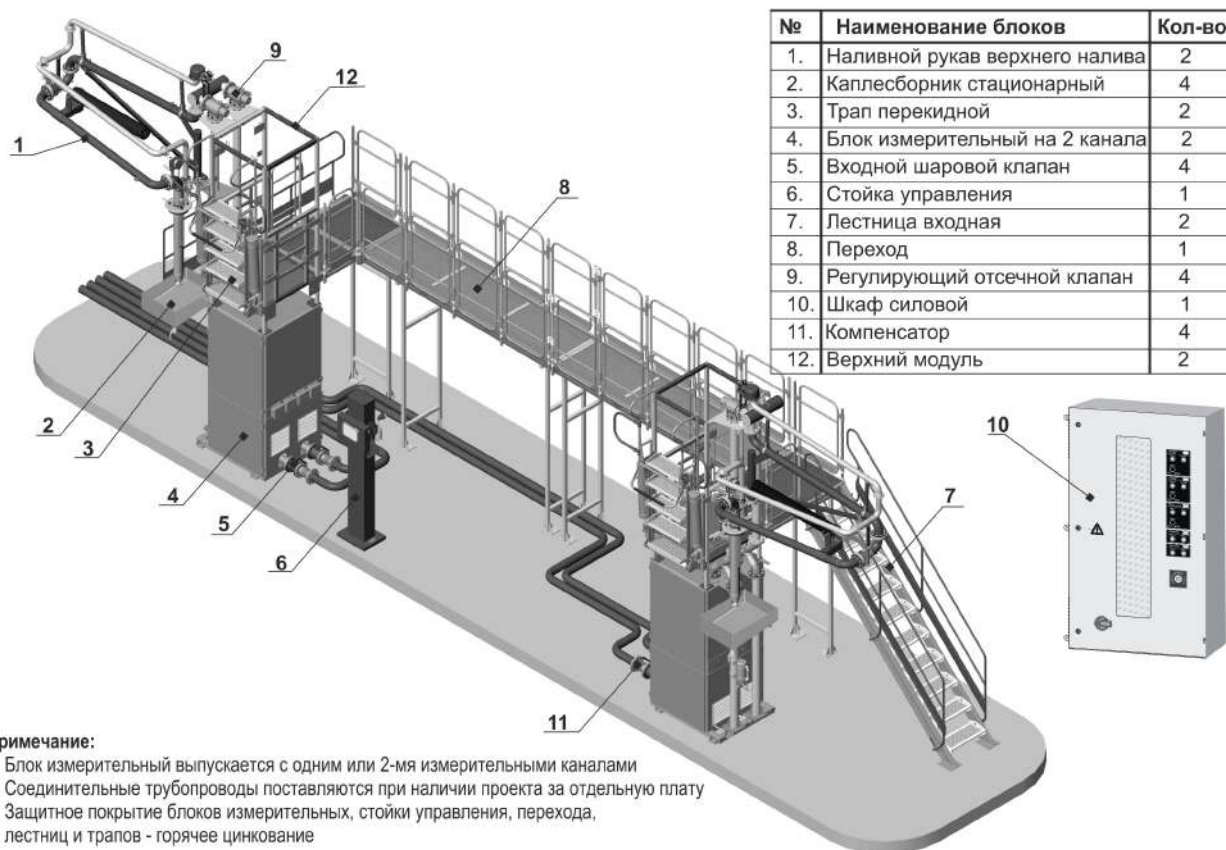

Рис. 4 - Комплект оборудования островка верхнего налива автоцистерн на 4 вида продукта
3.3 Для верхнего налива автоцистерн от 2-х до 4-х видов продукта см. рис. 4